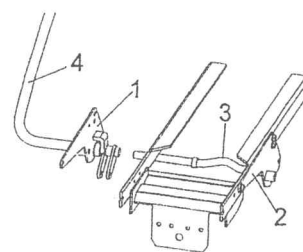

Figure 5
- g) Installer le support droit assemblé avec le bras de relevage sur le tracteur en insérant la goupille de renfort (fig. 5, item 3) dans le bras de relevage (item 4). Fixer le support assemblé (item 1) au tracteur en utilisant le boulon que vous avez enlevé pour fixer la partie avant. Utiliser deux boulons hex. 5/16 x 1", rondelles plates et écrous à bride pour fixer la partie arrière. Ne pas serrer.